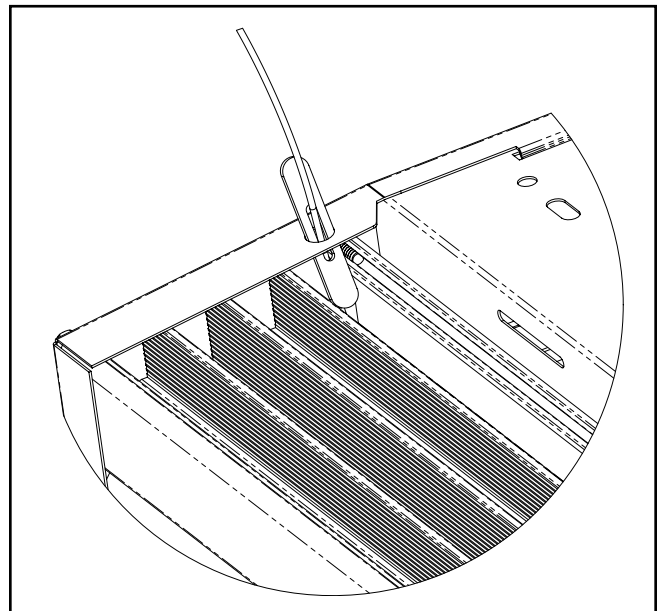

Figura 1.
2. Deslice los extremos del anclaje por los orificios en las bridas superiores de la placa trasera. (Figura 1.)